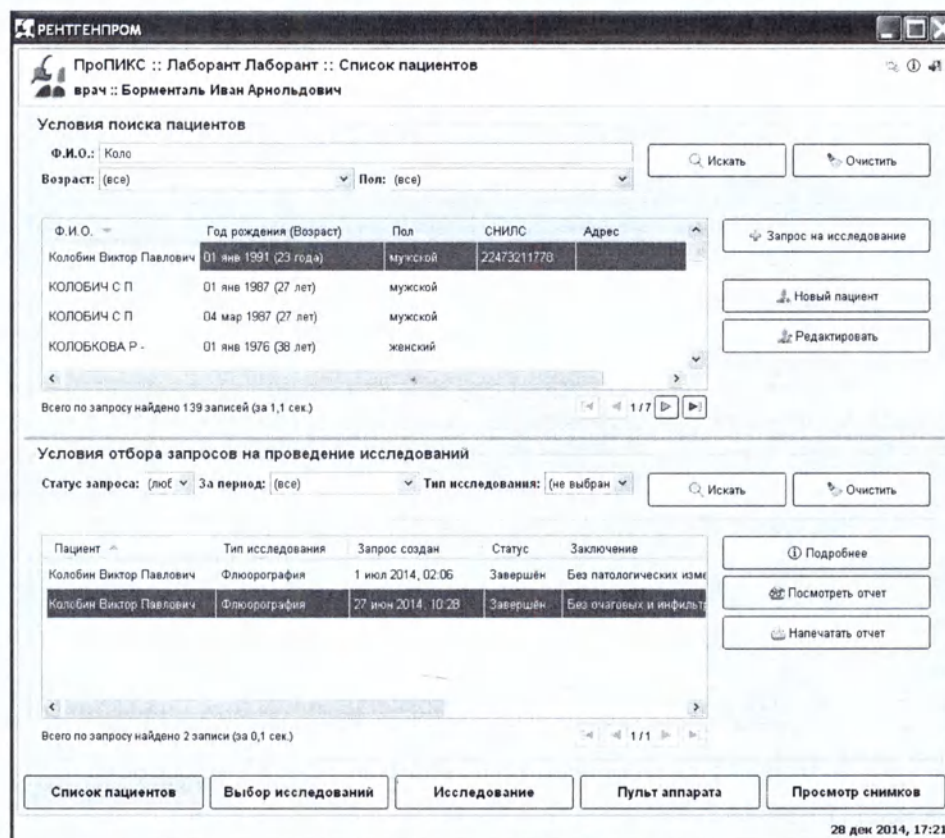

Рисунок 17 – Окно «Список пациентов»
Для этого нажать кнопку «**Список пациентов**» - откроется окно (рис.17), где нажать кнопку «**Новый пациент**» и при появлении диалога ввода информации о пациенте, заполнить все необходимые поля («ПМ Регистратор.РП»).
- выбрать пациента левой кнопкой «мыши» и нажать на кнопку «**Назначить исследование**», расположенную в верхней части главного окна программы (рис.17);